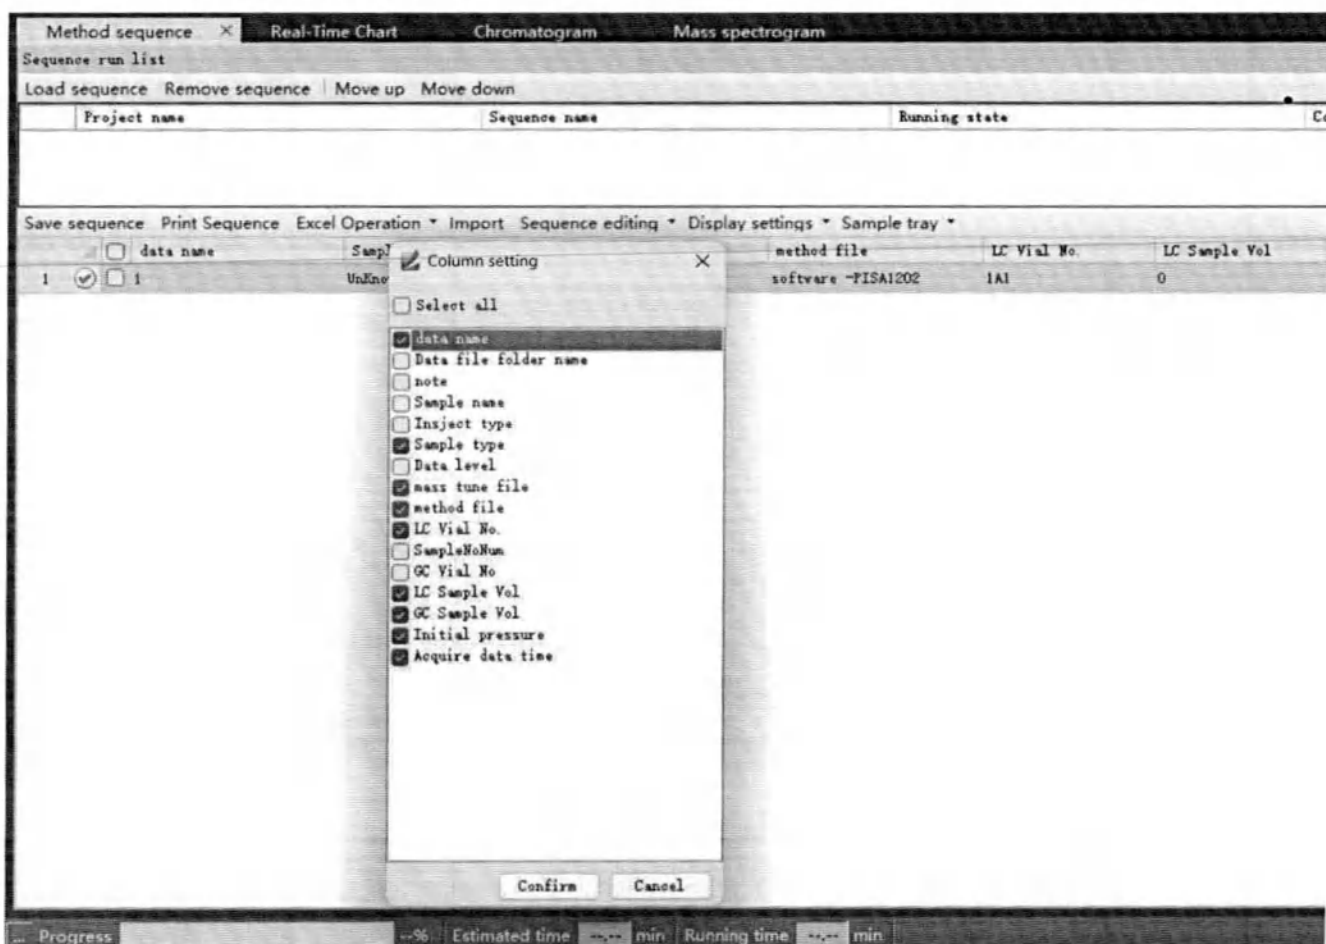

Рисунок 5.18. Интерфейс настраиваемых параметров.
- 11) Время сбора: После запуска образца время окончания сбора будет автоматически отображаться в интерфейсе (рисунок 5.18.).